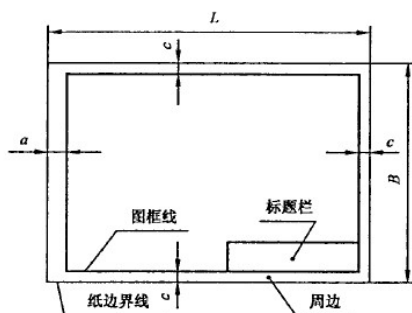
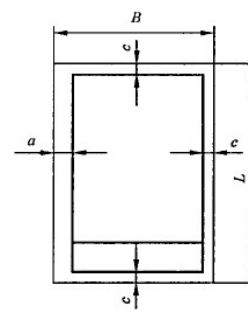

图 4 有装订边图纸(X型)的图框格式
图 5 有装订边图纸(Y型)的图框格式
4.3 留有装订边的图纸，其图框格式如图 4、图 5 所示，尺寸按表 4 的规定。